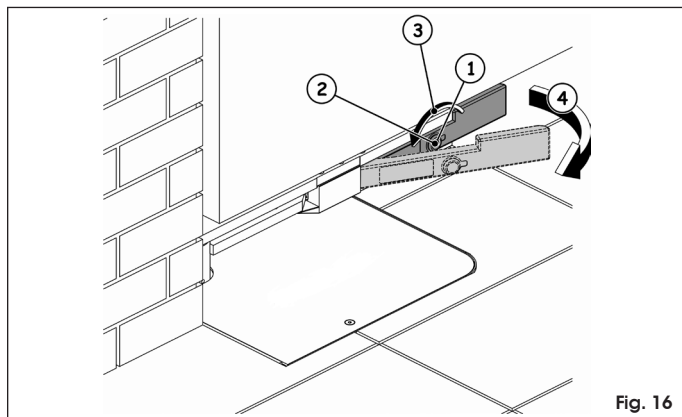

Fig. 16
- open de beschermingsdop van het slot (Fig. 16 ref. ①).
- steek de ontgrendelingsleutel in het slot (fig. 16 ref. ②).
- draai de ontgrendelingsleutel helemaal richting de pilaar (Fig. 16 ref. ③).
- trek de hendel naar u toe (fig. 16 ref. ④)